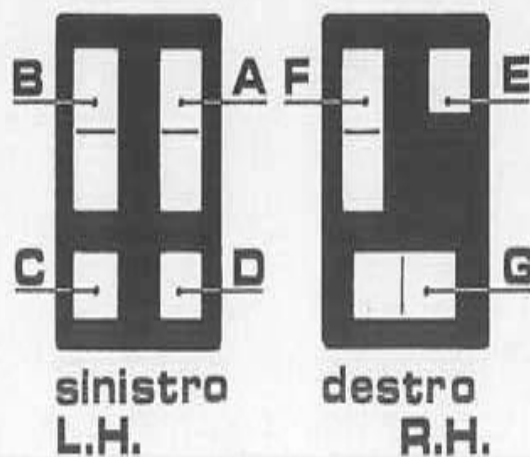

Fig. 138
11) Comandi sul manubrio (vedi fig. 138).
11) Controls on the handlebar (see fig. 138).